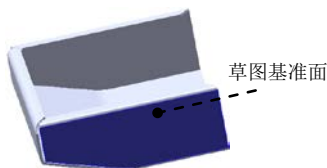

图 9.33 草图基准面
(1) 选择命令。选择下拉菜单 **插入(I)** → **切除(C)** → **拉伸(E)...** 命令。
(2) 定义特征的横断面草图。
① 定义草图基准面。选取图 9.33 所示的模型表面作为草图基准面。